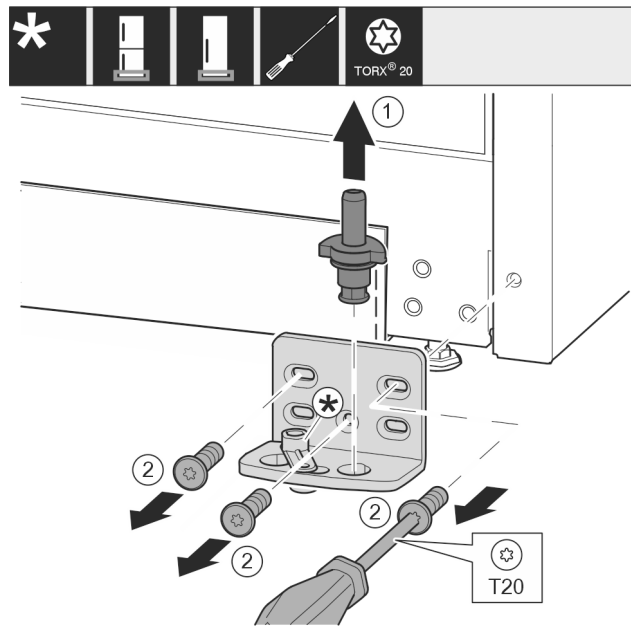

Fig. 14
- ▶ Kompletną płytkę zawiasu wyjąć w górę. Fig. 14 (1)
- ▶ Śruby wykręcić przy pomocy śrubokręta T20 i zdjąć płytkę zawiasu. Fig. 14 (2)